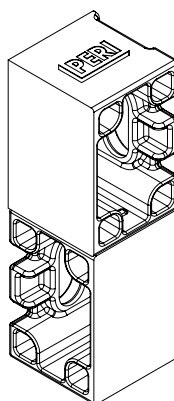

Fig. B5.09b
- Angoli esterni, (Fig. B5.09b)